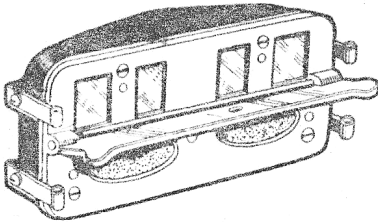

Abb. 2 Abstands-Rücklicht
2. dem **Abstands-Rücklicht**, das an Stelle des bisherigen Schluß- und Bremslichtes eingebaut wird und außerdem beim Kolonnenfahren als Abstandsschätzlicht Anwendung findet. (Abb. 2, 15 und 16.)